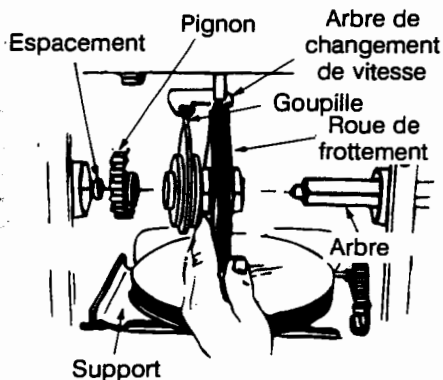

FIGURE 21
- Positionnez la roue de frottement sur la goupille du levier de vitesses et faites passer l'arbre à travers la roue de frottement. Voir la Figure 21.